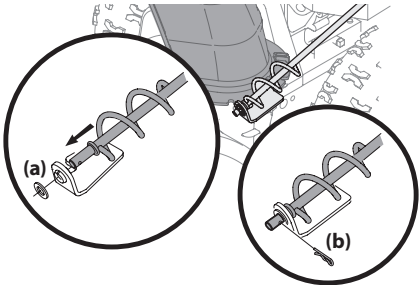

Figura 2-15
- 3. Quite la tapa plástica (si está puesta), la arandela plana (a) y el sujetador de horquilla (b) del extremo del conjunto del control direccional del canal. Consulte Figura 2-15.